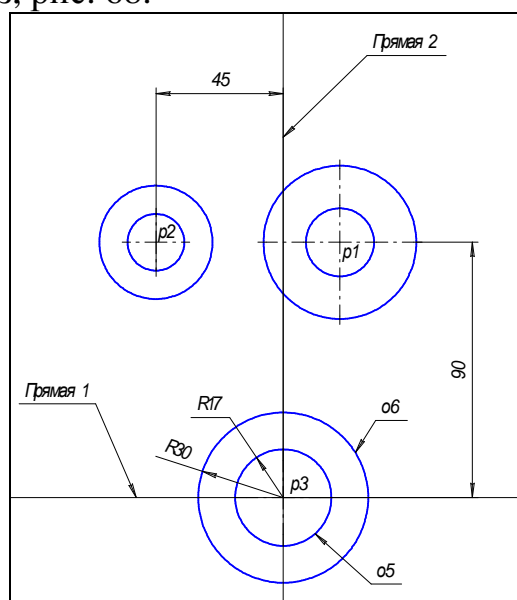

Рис. 68
6. С помощью команды **Параллельная прямая** постройте вспомогательную прямую 1, параллельную горизонтальной оси симметрии окружности о1 на расстоянии 90 мм вниз, рис. 68.
7. Постройте прямую 2, параллельную вертикальной оси симметрии окружности о3, на расстоянии 45 мм справа от нее, рис. 68.
8. Постройте окружность о5 с осевыми линиями и радиусом 17 мм. Положение центральной точки укажите в точке р3 пересечения построенных вспомогательных прямых с помощью привязки **Пересечение**, рис. 68.